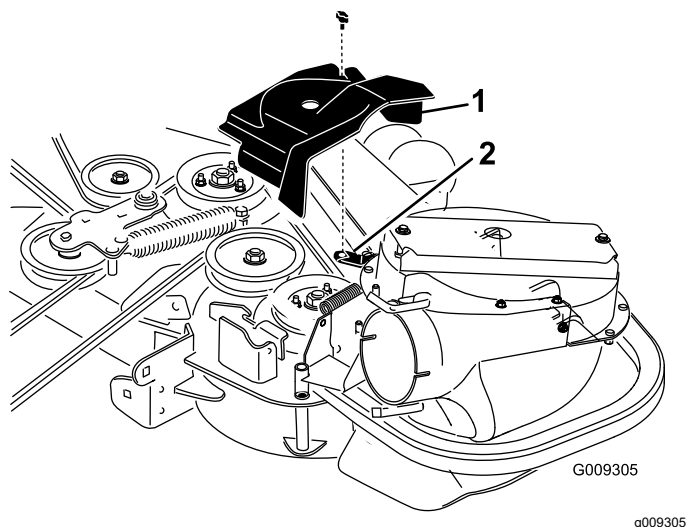
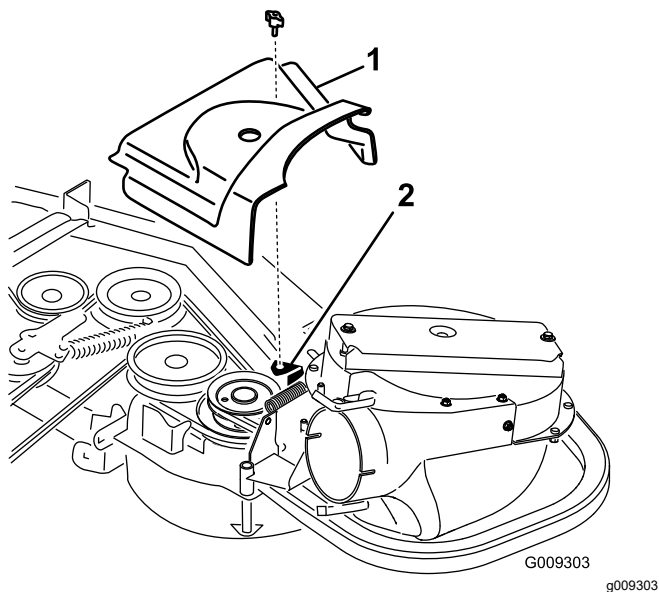

Figura 29
Figura 30
2. Instale la cubierta nueva de la correa de manera que las muescas de cada lado pasen por encima de los soportes de la cubierta de la correa, y enganche el cierre (Figura 29 o Figura 30).